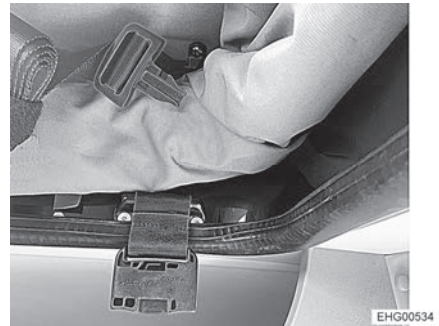

Fig. 68 Boucle de fermeture de sangle, ouverte
- Fermer les deux boucles de fermeture de sangle (Fig. 68) et bien tirer dessus.